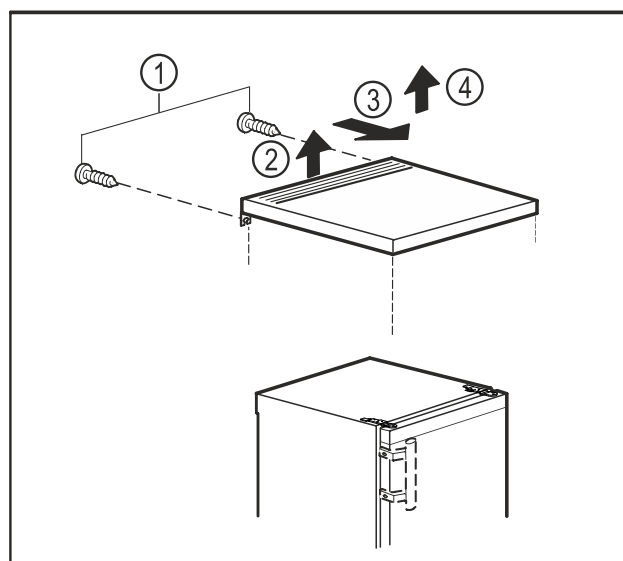

Fig. 10
- ▶ Wyjąć śruby ze ściany tylnej. Fig. 10 (1)
- ▶ Unieść płytę stołu z tyłu. Fig. 10 (2)
- ▶ Przesunąć płytę do przodu. Fig. 10 (3)
- ▶ Wyjąć płytę stołu do góry. Fig. 10 (4)